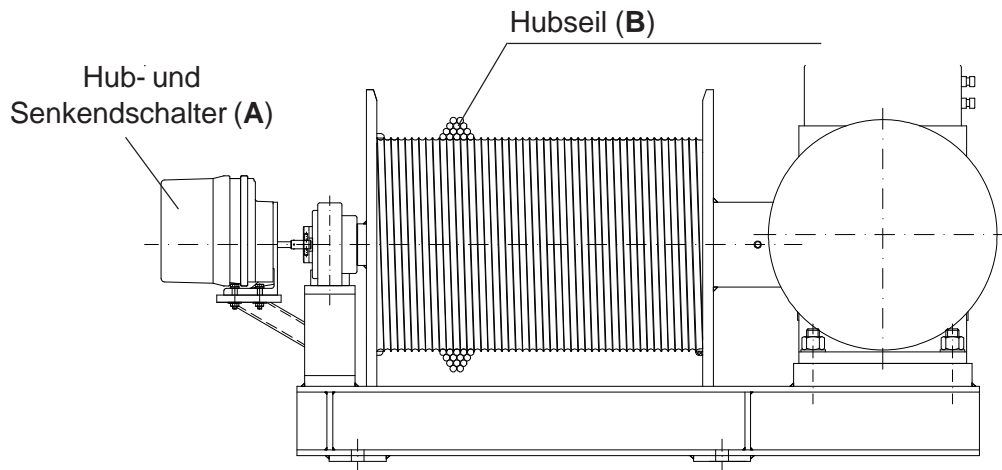

Abb. 1.3.1
Auf der Seilwind 11APC25 F9 ist ein Hub- und Senkendschalter (A) montiert (Abb. 1.3.1).
Das Hubseil (B) ist normalerweise bereits um die Windentrommel gewickelt (Abb. 1.3.1).